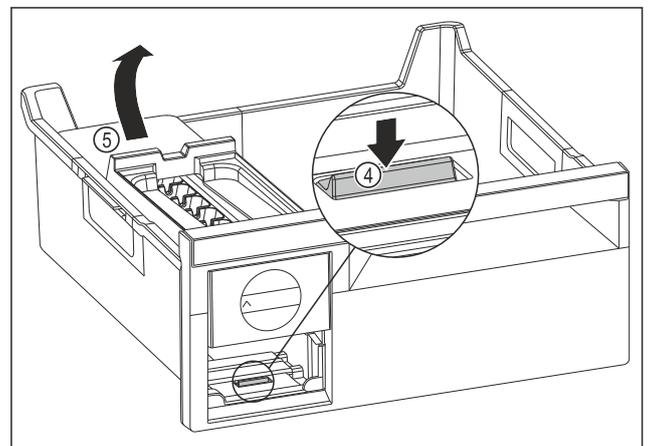

Fig. 96
- ▶ Extraer el cuerpo del EasyTwist-Ice: Presionar la lengüeta Fig. 96 (4) con los dedos hacia abajo subiendo al mismo tiempo por detrás con la otra mano el cuerpo del EasyTwist-Ice Fig. 96 (5).